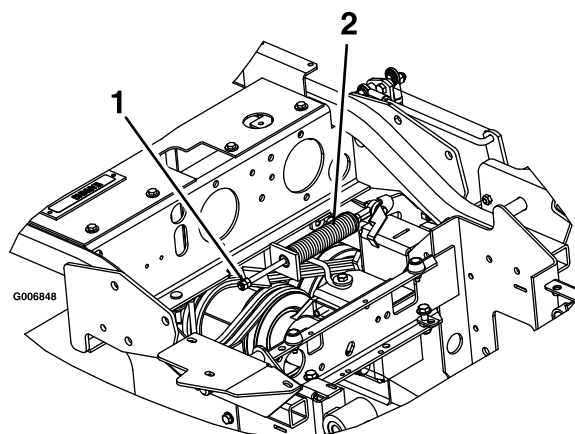

Figure 59
3. Localisez le ressort de frein et vissez les deux écrous de blocage au bout de la tige du ressort (Figure 59).